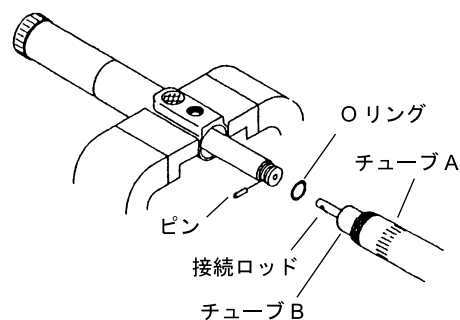

Fig.7
- 5) チューブ A のローレット部にパイプレンチを掛けて、チューブ A をネジ戻し本体より外してください。(Fig.7)